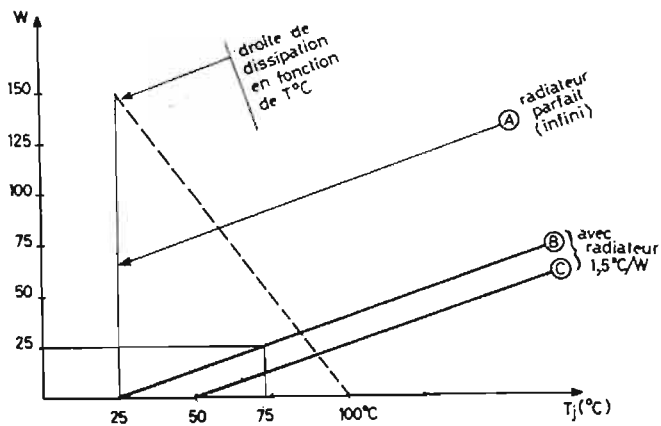

Fig. 9
D'autre part, la figure 9 indique qu'il supporte 150 W si le système de refroidissement est suffisamment parfait (radiateur infini), pour amener sa température de boîtier à 25 °C (A). En réalité, les refroidisseurs utilisés sont loin d'avoir une résistance thermique nulle. La droite (B) correspond à un radiateur de bonnes performances, dont la résistance thermique (soit l'inclinaison de la droite) est de 1,5 °C/W (en effet, celle-ci s'incline de 75 - 25 = 50 °C pour 25 W). On voit que la plupart du temps, sans recourir à des ventilations forcées ou autres procédés performants, on ne pourra dissiper avec le transistor pris en exemple, qu'un peu plus de 25 W. Nous sommes loin des 150 W annoncés par le fabricant. De plus, on a considéré que notre radiateur pouvait maintenir le boîtier du transistor à 25 °C (maxi). En réalité, ce serait considérer que la température ambiante est toujours inférieure à cette température. On aura conscience de la considérer à 50 °C. D'abord à cause des éléments proches (transformateur, redresseur, etc.) qui produisent de la chaleur, ensuite parce qu'on ne peut concevoir un montage qui ne pourrait fonctionner qu'à une saison.